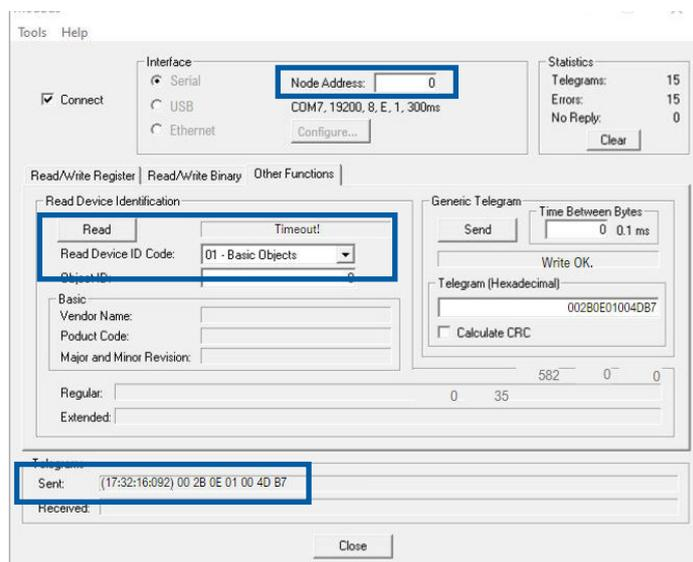

Figura 18 - Falha na comunicação Modbus
- Passo 3: Obtenha o endereço Modbus atual (veja a Figura 18). Insira o endereço de transmissão 0, selecione “Other function”, leia a ID do dispositivo (01-Basic Objects) ou envie diretamente “00 2B 0E 01 00 4D B7”. Quando o Motor ECM recebeu a solicitação, o LED1 na PCBA piscará a contagem do endereço.